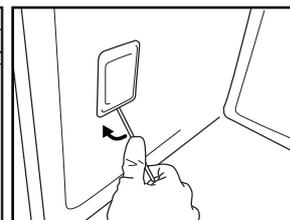

Fig. 7
3. Utilisez un tournevis pour enlever le couvercle de la lampe (Fig. 7).